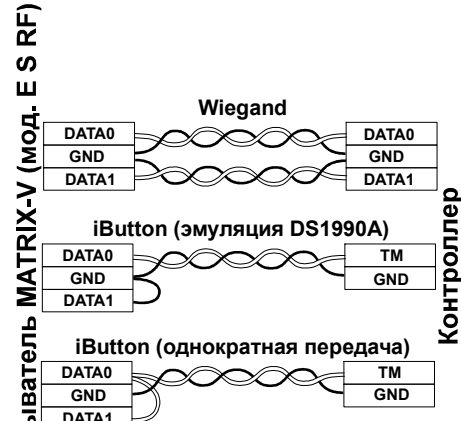
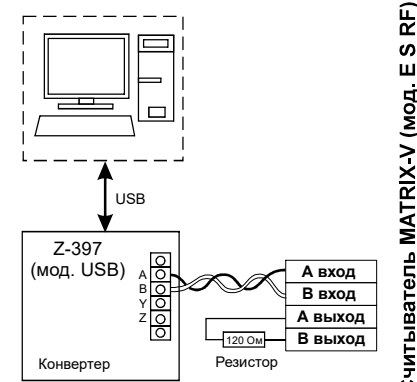

рис.3 Выбор протокола передачи.
рис.4 Схема подключения по RS-485.
- при подключении по Wiegand-26 первая витая пара подключается между GND и DATA0, а вторая витая пара подключается между GND и DATA1 (рис.3);
- при подключении по RS-485 один провод витой пары подключается на А, второй на В (рис.4).
Считанный номер идентификатора передаётся на выходы DATA1 и DATA0 по протоколам iButton или Wiegand-26 в зависимости от выбора протокола передачи (рис.3), а также на "А вход" и "В вход" по интерфейсу RS-485 (рис.4).